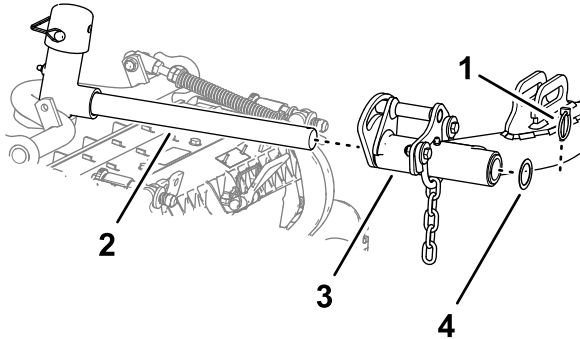

Figura 19
- Deslice una unidad de corte debajo del brazo de elevación (Figura 19).